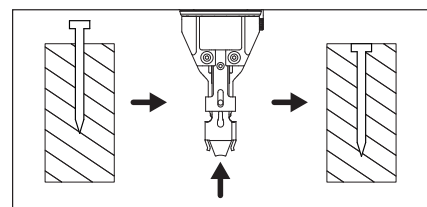

Figura 24
3. Si los clavos se clavan demasiado poco en la superficie de trabajo, mueva el elemento de contacto de trabajo hacia arriba (o hacia adentro) del cuerpo de la herramienta (vea la Figura 24).